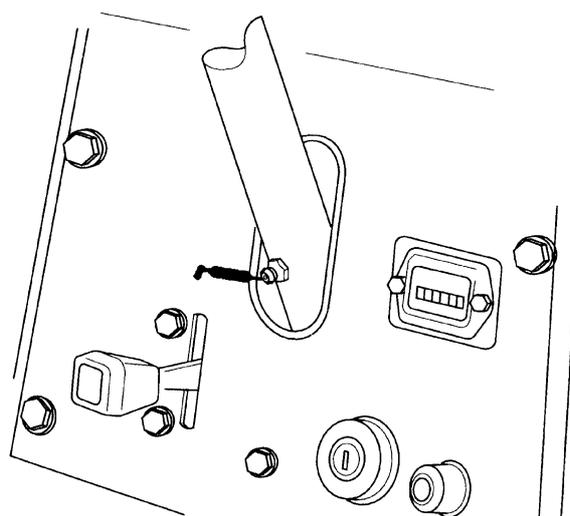
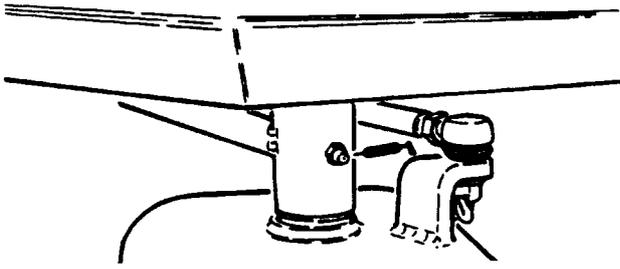
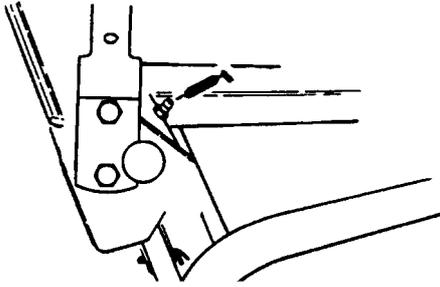

Fig. 20
Fig. 21
Fig. 22
INGRASSAGGIO CUSCINETTI E BOCCOLE (Fig. 20÷26)
Piantone dello sterzo (Fig. 20), meccanismo di sterzo (2)(sotto il bordo sottostante il settore di sterzo), albero di comando sterzo (2)(Fig. 21), bracci di sollevamento (3)(Fig. 22), perno del cilindro di sollevamento posteriore (Fig. 24), perno del pedale della trazione (Fig. 25).